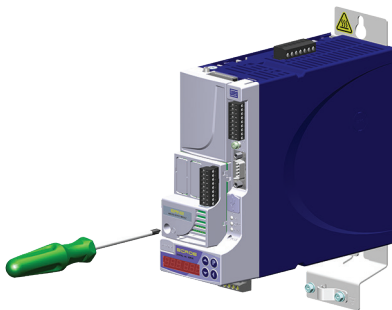

Figura 4.3: Fijación del tornillo de aterramiento del accesorio
4. Fijar el tornillo de aterramiento del accesorio al servoconvertidor, conforme indicado por la Figura 4.3 en la página 16.